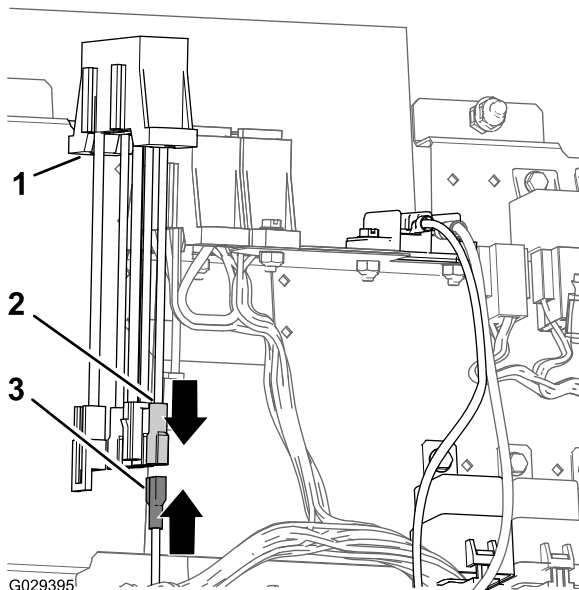

Figura 21
1. Conecte el conector de pala del arnés de cables del kit de acabado a la toma del conector del bloque de fusibles auxiliares (Figura 21).